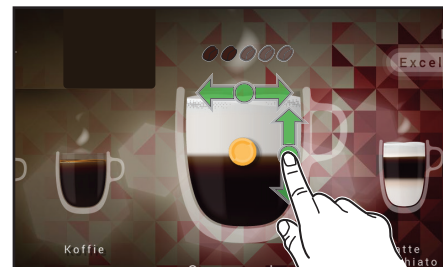

Bild 4.6 - "Gör din egen" - styrka> förhållande
- **DRYCKENS STYRKA** - flytta puken, som ligger mitt i koppen, till vänster eller till höger (kaffebönor är markerade, vilket indikerar dryckens styrka) (bild 4.6)
- **FÖRHÅLLANDE AV INGREDIENSER** (gäller för blandade drycker) - flytta puken upp eller ner för att justera hur mycket du vill ha av ingredienserna (bild 4.6).